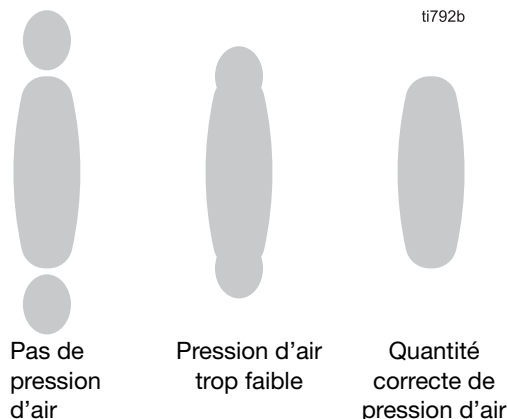

FIG. 20 : Traînées d'atomisation
8. Augmentez lentement la pression d'air d'entrée jusqu'à ce que les traînées soient complètement atomisées et intégrées dans la forme du jet. Voir FIG. 20.